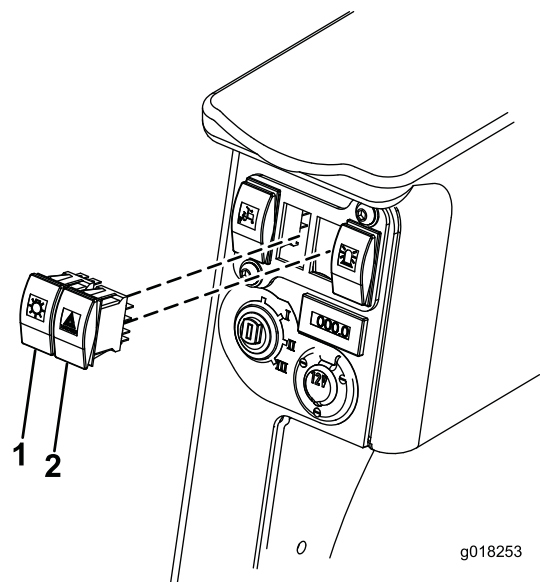

Figura 18
7. Collegate gli interruttori delle luci e delle luci di emergenza al connettore corretto e spingete l'interruttore nel foro (Figura 18).